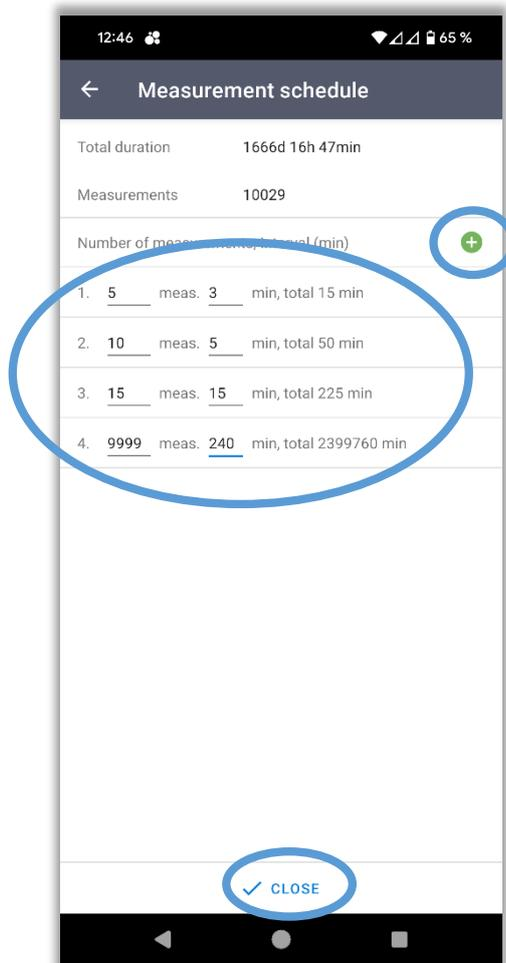

рис.4
10) При выборе программы автоматической записи «**LLCG**» появится дополнительное меню «**Schedule is empty**», в котором можно настроить детальное расписание работы прибора. (рис.4)